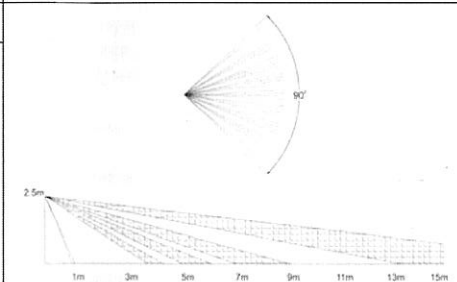

Fig.3
Gåtest for melderen: For at bestemme hvilket mønster melderen lense afdækker skal der gennemføres en gåtest. Dette gøres ved at gå langs med melderen registreringsområde. Vær i denne forbindelse opmærksom på diagrammet for registreringsområdet (fig. 3). Hold øje med LED'en, så der sikres en komplet afdækning. Denne test bør gentages en gang om ugen.
- Test de fonctionnement : Un test de fonctionnement est performé afin de déterminer si le détecteur est en fonctionnement total. Pour faire cela, passez à travers la zone de couverture du détecteur (référez vous la figure 3). Contrôler la DEL pour assurer une couverture complète. Ce test doit être fait chaque semaine.